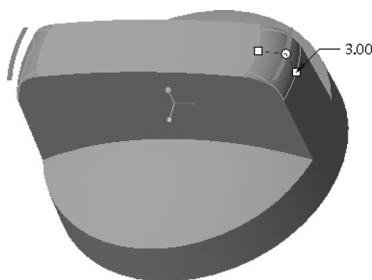

图 12-11 选择要倒圆角的边参考
- 3) 结合 **<Ctrl>** 键选择如图 12-11 所示的两条边线。